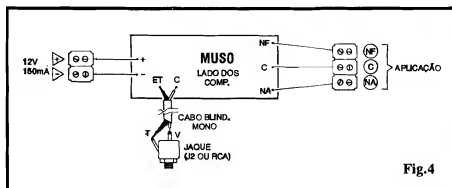

Fig.4
- FIG. 4 - CONEXÕES EXTERNAS À PLACA - Para não "atrapalhar" as visualizações, agora os componentes sobre a placa (vistos na figura anterior, em detalhes...) foram devidamente "invisibilizados"... A ênfase reside agora nas conexões periféricas ou externas, resumidas na cabagem e terminais de alimentação, aplicação e ligação aos sensores... Observar a codificação adotada para as ilhas existentes junto às bordas da placa, cuidando para que não ocorram inversões nas ligações, polaridade da alimentação, identificação dos terminais de saída para a aplicação e principalmente - as conexões por cabo blindado ao jaque mono (tipo J2) destinado à recepção do plugue que ter-